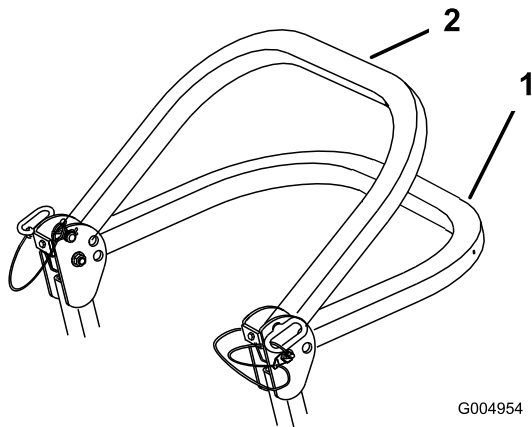

Figure 6
2. Abaissez l'arceau de sécurité à la position abaissée. La position abaissée est à deux niveaux (voir Figure 6).